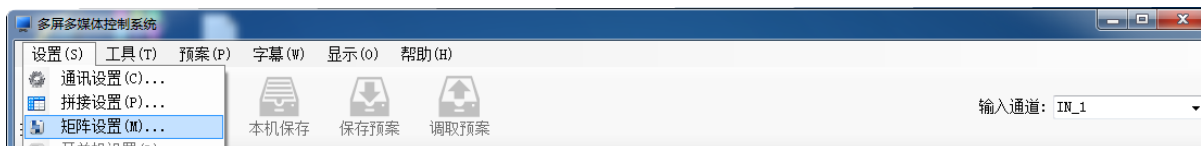

图 2.3.1 进入矩阵设置界面
- 1) 进入“矩阵设置”界面：在软件主界面的菜单栏点击“设置”，在出现的下拉菜单中点击“矩阵设置”，进入矩阵设置界面。如图 2.3.1 所示。